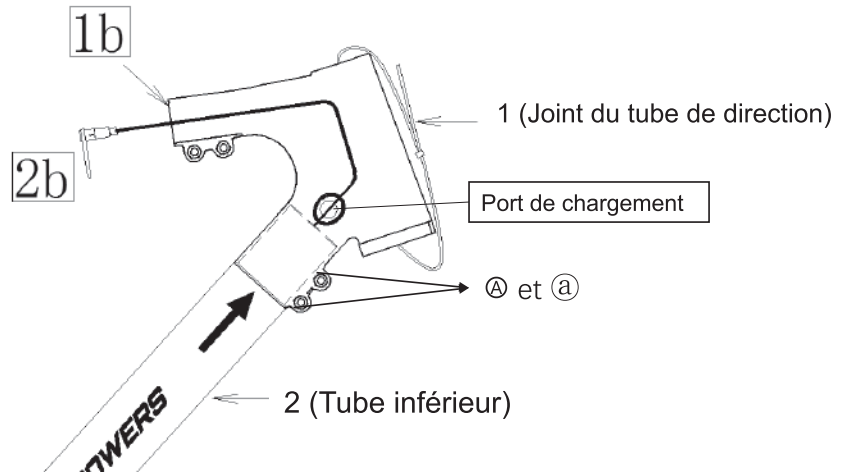

Figure 4 : Insérez la pièce 2 dans la pièce 1.
d. Insérez la pièce 2 dans la pièce 1 mais ne serrez pas encore les boulons Ⓐ et ⓐ qui ont déjà été installés sur la pièce 1, comme indiqué sur la Figure 4.